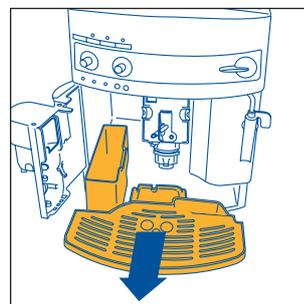

Fig. 16
NOTA 7: la máquina cuenta la cantidad de cafés que se sirven. Cada 14 cafés individuales (o 7 dobles), el piloto 🔌 se enciende de manera fija (cap. 12 punto 3) advirtiendo que el recipiente de los posos está lleno y que hay que vaciarlo y limpiarlo. Hasta que no se limpia el recipiente de los posos, el piloto queda encendido y la máquina no puede hacer el café. Para limpiar, abra la portezuela de servicio situada en la parte delantera tirando de la manija correspondiente, fig. 15; se enciende el piloto 🔌 que parpadea (véase § 12 punto 9), entonces extraiga la bandeja recogegotas (fig. 16) vacíela y límpiela. Vacíe y limpie muy bien el recipiente de los posos procurando eliminar todos los residuos que puedan estar depositados en el fondo. Seque también las gotas de condensado que se depositen en el interior de la máquina, abajo de la bandeja recogegotas. **IMPORTANTE:** cuando se extrae la bandeja recogegotas es **OBLIGATORIO** vaciar siempre el recipiente de posos de café incluso si está poco lleno. Si esta operación no es efectuada, puede suceder que, cuando se preparan otros cafés, el recipiente de posos se llene más del previsto y que la máquina se atasque de pastillas usadas.
- extraiga la bandeja recoge gotas y el recipiente de los posos (fig. 16) y lávelos;